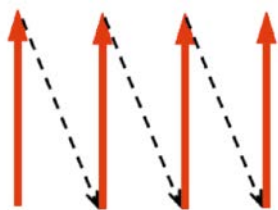

图 12
(7)在推光作业中，用力要均匀，油石运行要平稳，要有距离感，不能反复只推一处，尤其是外板型面，如图 12 所示。